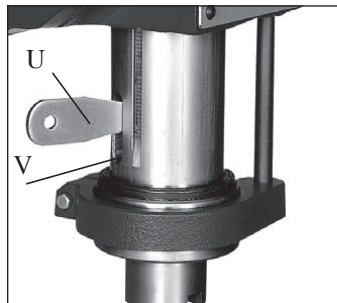

Fig. 10
- Sæt drivdornen (U, fig. 10) i åbningen (V, fig. 10) på pinolen, slå på den af drivdornen (U, fig. 10) med en hammer, og bliv ved med at slå, indtil bittet eller patronen falder ned.